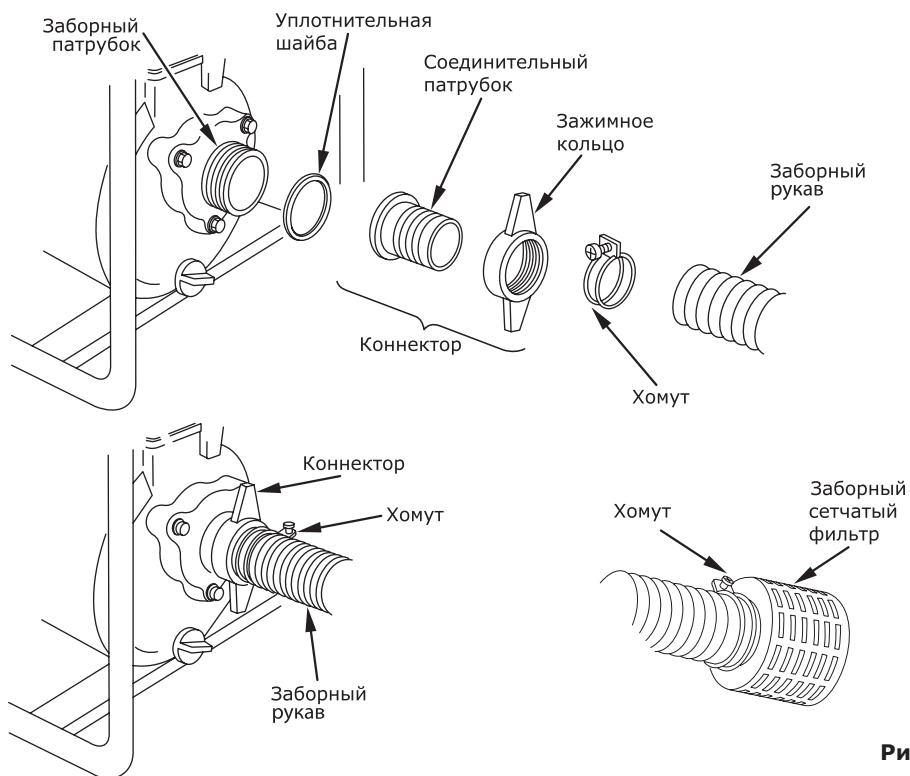

Рис. 7
- подсоедините заборный сетчатый фильтр к заборному шлангу при помощи хомута (рис. 7).